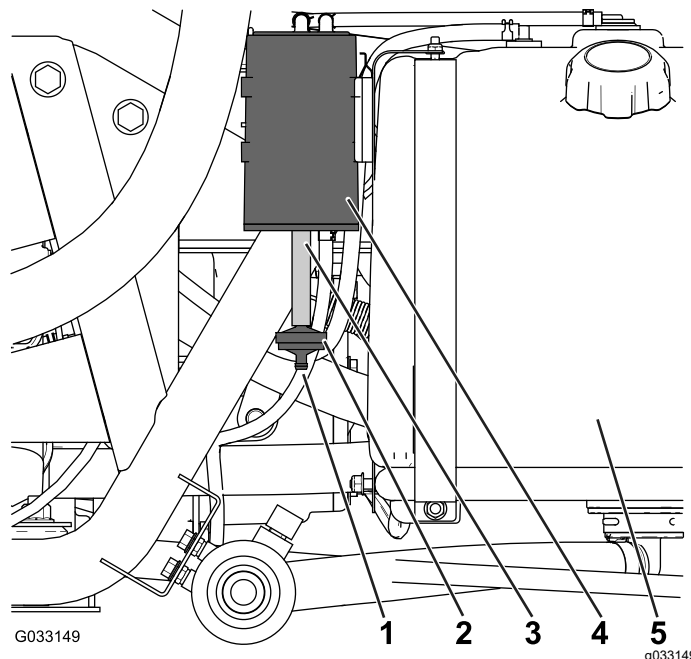

Figure 47
Vérifiez par l'ouverture au bas du filtre à air de la cartouche de charbon actif qu'il est propre et exempte de débris et d'obstructions (Figure 47).
1. Retirez le raccord cannelé du filtre à charbon actif au bout du flexible situé au bas de la cartouche, et déposez le filtre (Figure 47).